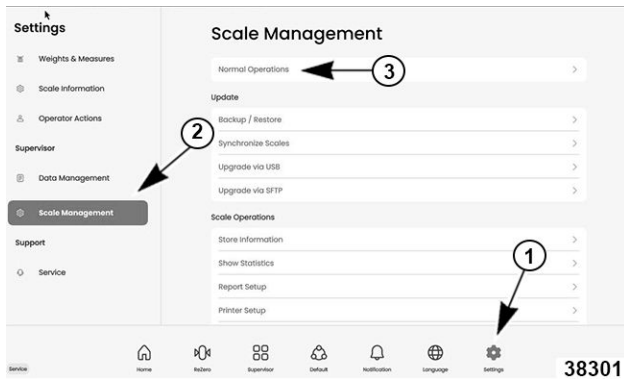

Fig. 231
2. Seleccione el icono de **ajustes** (1, fig. 231).
3. Seleccione **Gestión de la báscula**(2, fig. 231).
4. Seleccione **Operaciones normales** (3, fig. 231).